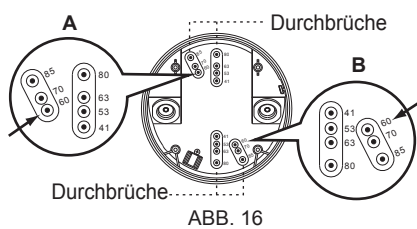

ABB. 16
3.3.4.1 Auf der unteren Abdeckung der Aufputz-Abzweigdose befinden sich 7 Durchbruch-Paare mit unterschiedlichen Abständen von 41 mm bis 85 mm, die für die verschiedenen Montageanwendungen verwendet werden können (siehe ABB. 16). Zur Auswahl der gleichen Zahlen an beiden Enden für den entsprechenden Befestigungsabstand (siehe ABB. 17).